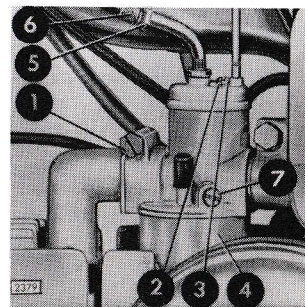

Fig. 16
- d) Klemschroef van de karburateur losdraaien (fig. 16/1).
- g) De schroeven (fig. 16/2 en 3) uitdraaien en het bovendeeel met de gasschuif en chokeklep uitnemen.
- h) Vlotterkamer (fig. 16/4) afschroeven.
- c) Wanneer de motor af wil slaan, gasschuifstelschroef (fig. 16/7) zover indraaien, tot de motor juist blijft draaien als hij warm is.
- a) Kontramoer van de kabelstelschroef (fig. 16/5) losdraaien.
- b) Kabelstelschroef (fig. 16/6) zover uitdraaien, totdat aan de gaskabel c.q. de gashandle een geringe speling overblijft.
(Gasbuitenkabel kan men dan ca. 2 mm. uit de kabelstelschroef (fig. 16/6) trekken, voordat de gasschuif omhoog getrokken wordt, of met andere woorden voordat de motor sneller gaat lopen.)